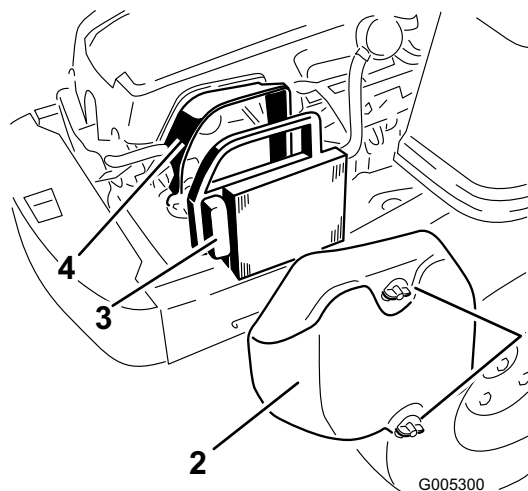

Figure 21
1. Déposez le couvercle du filtre à air (Figure 21).
2. Sortez l'élément du filtre à air avec le joint en caoutchouc intégré (Figure 21).
5. Installez l'élément en papier, côté plissé à l'extérieur, et engagez le joint en caoutchouc sur les bords de la base du filtre à air (Figure 21).
6. Reposez et fixez solidement le couvercle du filtre à air à l'aide des deux boutons (Figure 21).